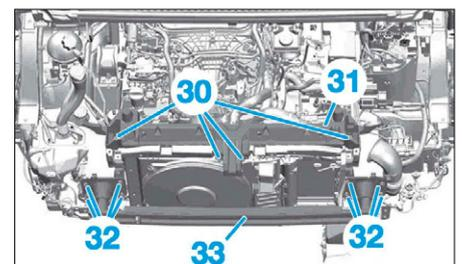

FIG. 108
- les vis de fixation (30) de la traverse de radiateur (Fig.108),
- la traverse de radiateur (31),
- les vis de fixation (32) de la poutre avant,
- la poutre avant (33),